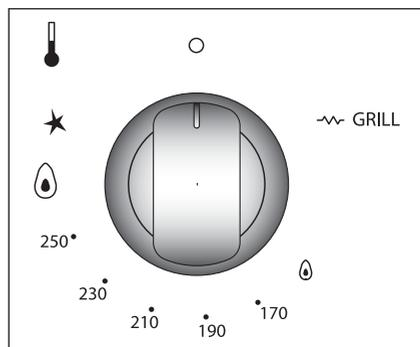

Fig. 5
4. Seleccione la temperatura deseada entre MAXIMO (⊖) y MINIMO (⊕). (Fig. 5)